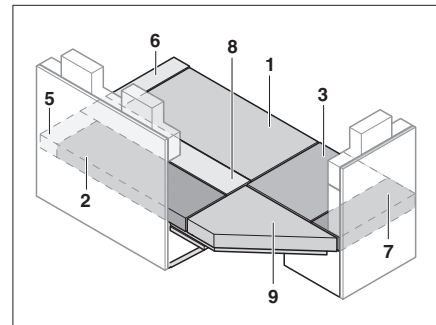

Bild 147 Nach dem Umbau
- Sitz-, Rücken- und Zusatzpolster wie in Bild 147 gezeigt auflegen.